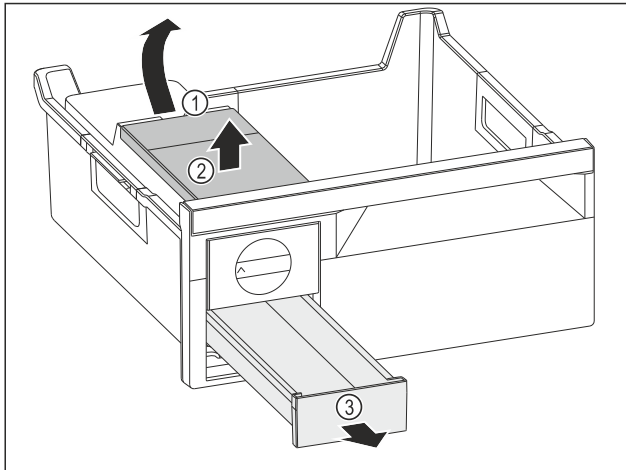

Fig. 129
- ▶ Fjern vanntanken: Løft opp vanntanken i fordypningen Fig. 129 (1).
- ▶ Fjern vanntanken Fig. 129 (2) ovenfra.
- ▶ Fjern isterningsskuff Fig. 129 (3) forfra.